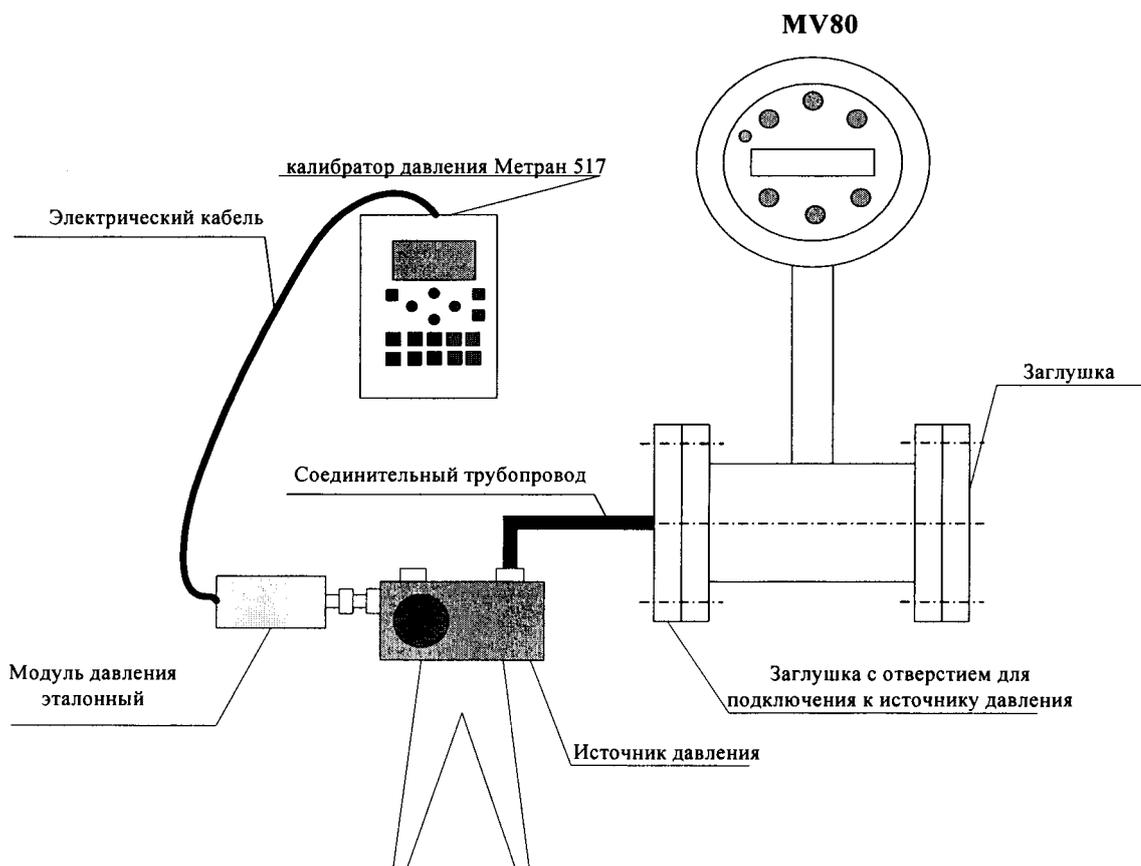

Рисунок 4 – Схема подключения портативного калибратора давления Метран 517 к расходомеру счетчику серии MV80
6.5.4.2 В случае модели MV80 расходомер-счетчик герметизируют с двух концов заглушкой. С одной стороны подсоединяют портативный калибратор давления Метран 517 через источник давления как показано на рис. 4.